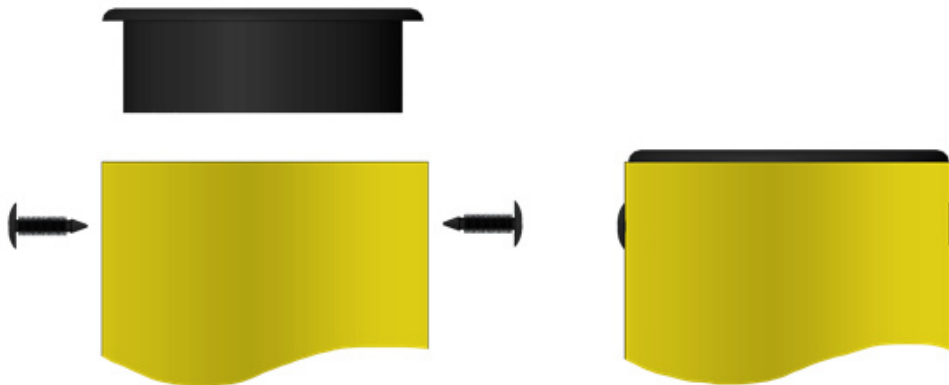

Рисунок 8. Встановлення та фіксація кришок стовпів.
4. Закрийте верхівки стовпів кришками. Після монтажу кришок їх необхідно закріпити фіксами (2 фікси на кришку). Для цього в площині симетрії бар'єра в стовпі на відстані 25 мм від верхівки жовтої труби стовпа потрібно просвердлити свердлом отвори 7 мм і забити в них фікси (осі цих отворів повинні бути орієнтовані в тому ж напрямку, що й елементи секцій, див. рис. 8).